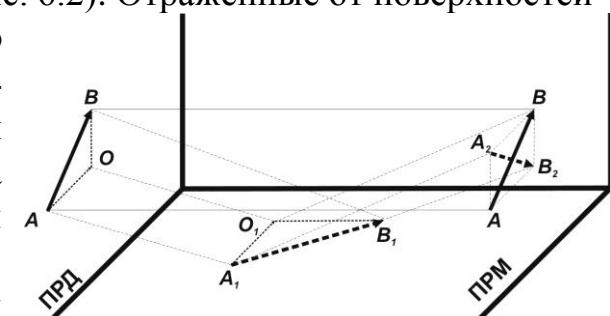

Рис. 6.2
6.1.1.2 Принцип работы извещателя с наклонной ориентацией вектора поляризации запатентован («Радиоволновой способ обнаружения объектов», Патент РФ №2348980). Плоскополяризованное электромагнитное поле (ЧЗ) формируется между БПРД и БПРМ в виде вытянутого эллипсоида вращения, причем вектор поляризации АВ формируется под углом $\approx 45^\circ$ по отношению к прилегающим поверхностям (земле, заграждению и др., см. рис. 6.2). Отраженные от поверхностей волны (вектор A₂B₂) попадают на приемную антенну **ПРМ** под углом $\approx 90^\circ$ по отношению к ее собственному вектору поляризации **AB**. В результате вклад отраженного сигнала в суммарный сигнал на выходе приемной антенны **ПРМ** ничтожно мал.